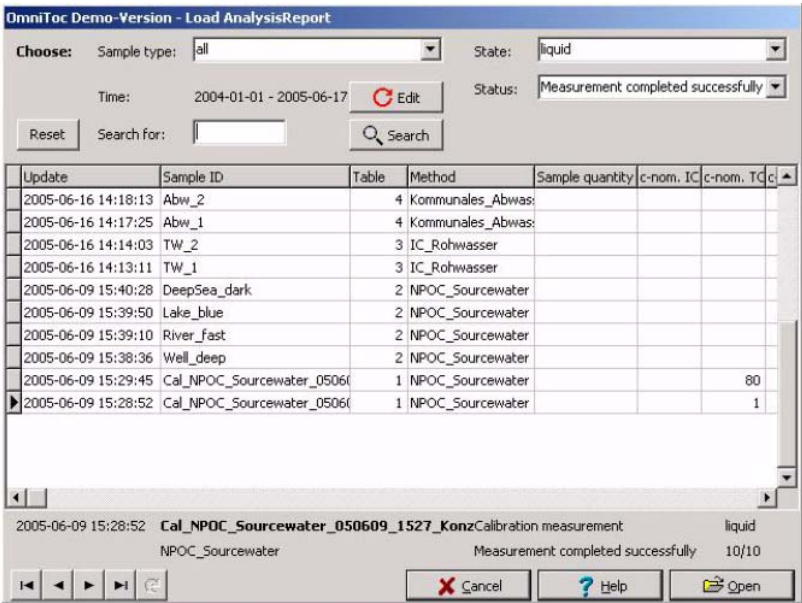

图52 Load Analysis Report（载入分析报告）窗口
- 如果需要，选择**Analysis Report>Open (Database)**(分析报告>打开(数据库))，在**Load analysis report**（载入分析报告）窗口设置适当的过滤器以及对结果进行分类（图52）。